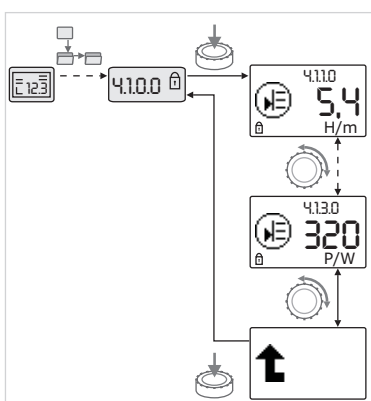

Fig. 46: Извикване на информация
- Чрез завъртане на бутона за управление управлявайте елементите на менюто от типа „Информация“ на актуалното подменю (виж Fig. 46). За пояснения относно настройките, представени със символи, виж таблицата в глава 8.7 „Справка за елементите на менюто“ на страница 41.